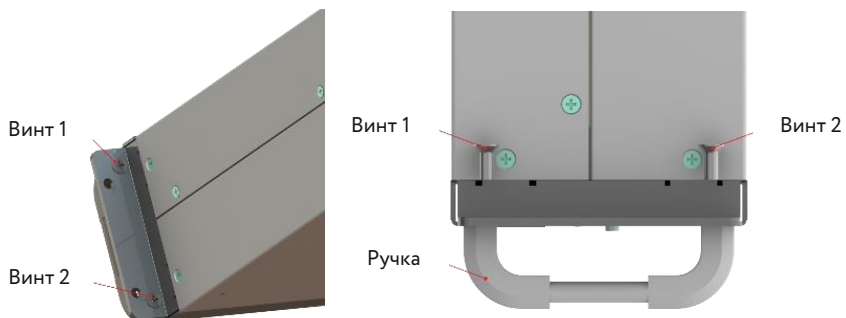

Рисунок 5.11. Расположение креплений
2. Удалите винт 1 и винт 2, используя отвертку (рис. 5.11). Снимите ручку (если есть).